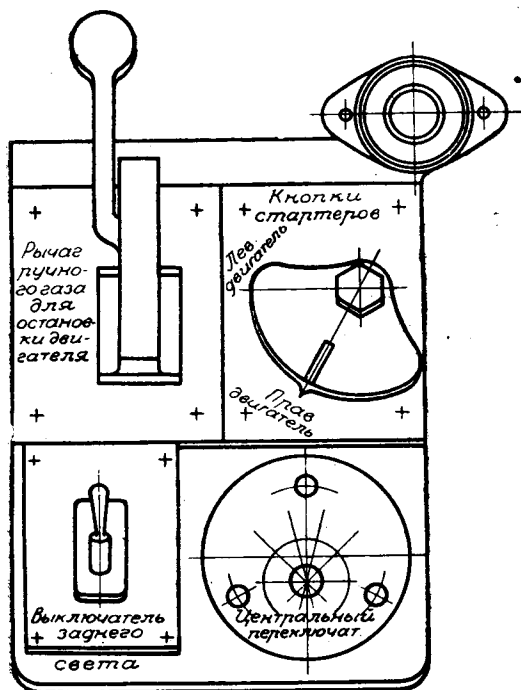

Рис. 2. Левый щиток водителя
6. Проверь положение рычага ручного газа (рис. 2) на левом щитке водителя. Рычаг подай доотказа от себя.
Первый щиток расположен впереди, с левой стороны от водителя (см. рис. 2).